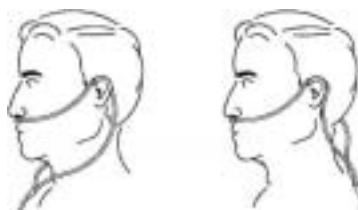

ABBILDUNG 5.1 Platzierung der Kanüle
HINWEIS:Nähere Angaben zu diesem Verfahren finden Sie unter ABBILDUNG 5.1.
- Platzieren Sie die Kanüle über Ihre Ohren und führen Sie die Stifte in ihre Nase ein, wie von Ihrem Arzt oder dem Kanülenhersteller angewiesen. Siehe **ABBILDUNG 5.1**.